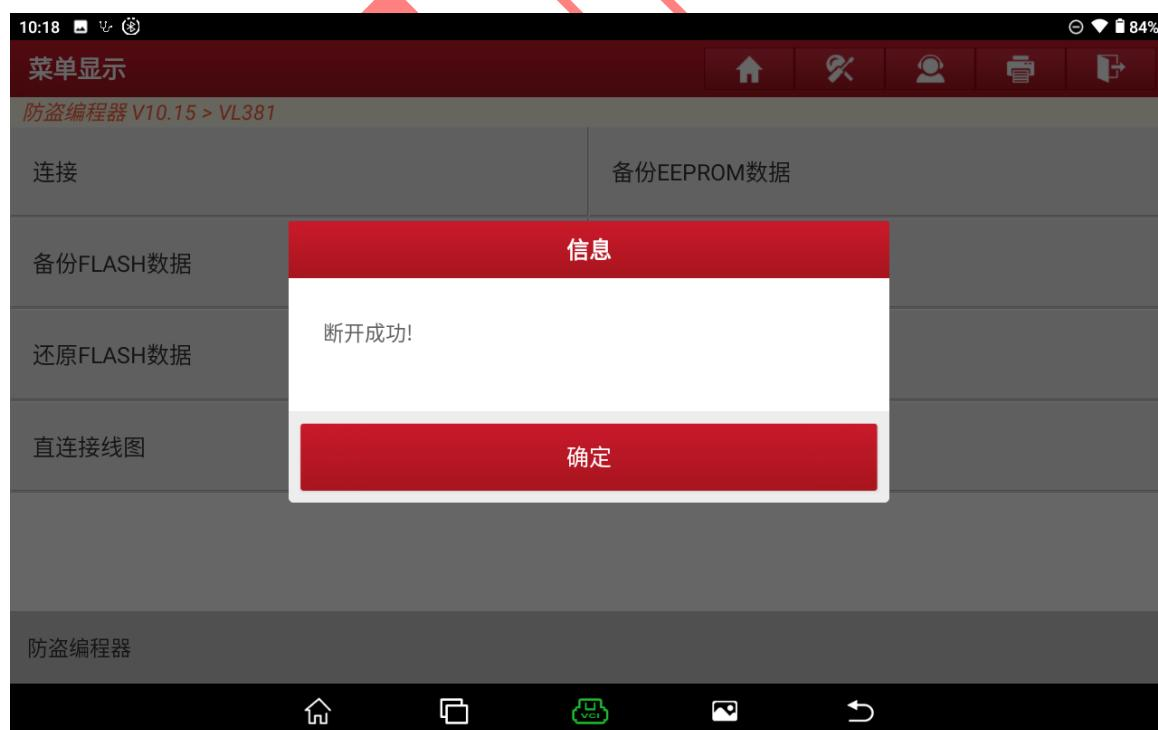

图 32
32. 选择【断开】成功断开连接后拔出线束变速箱克隆成功如图 32;